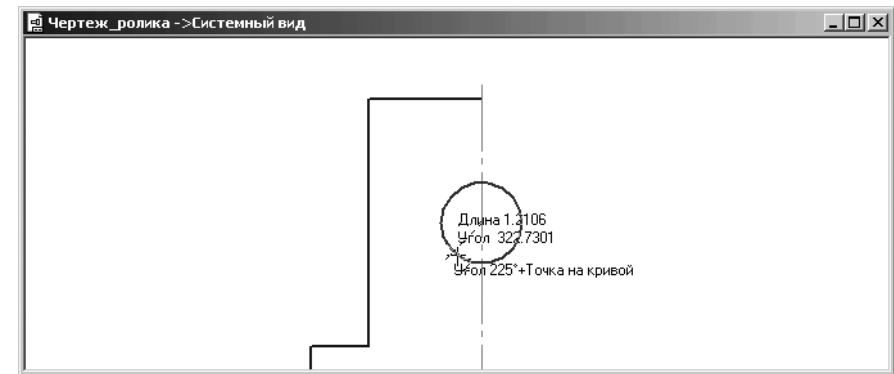

Рис. 4.17. Результат ввода начальной точки касательного отрезка через точку кривой
- щелкните мышью для фиксации начальной точки первого отрезка – t1 (рис. 4.17).